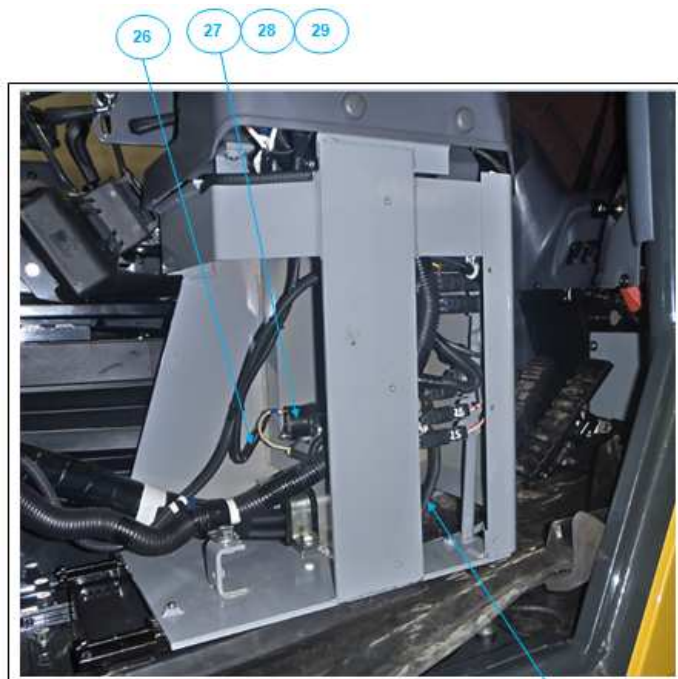

Fig. 12
- 5.2. Installer la sirène /le couvert #28 & #29, le support #27 et brancher les fils électriques comme montre dans Fig. 12, vous remarquerez qu'il ya un bout de fil n'a pas de connecteur Deutsch a deux pins (Fil #28), c'est pour facilite de passer le fil à travers le trou du plancher de la cabine, une fois l'installation est complétée, vous pouvez l'installer.